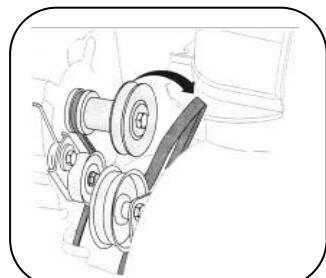

Рис.13
- Снимите ремень шнека со шкива двигателя. См. рис. 13.